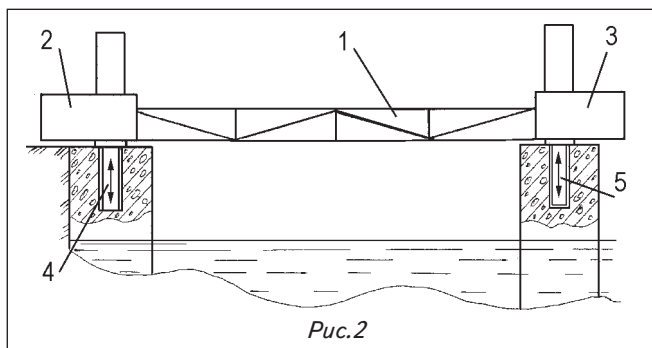

Рис. 2
очень надежный и универсальный патрон (**пат. 2344526**), который может использоваться как для обычного, винтового, так и для все более распространенных байонетных соединений, при которых достаточно повернуть лампочку в патроне один раз и она, подобно штыку, надежно соединится с ним. Лампа 3 спокойно, без усилия вставляется в патрон 4 (рис. 2). И крутить ее не надо. При нажатии нижнего контакта лампы 6 на контакт патрона фиксатор 2 автоматически освобождает зажим 1 цоколя лампы. Цоколь 5 зажимается патроном, который плотно прижимает свой второй контакт к цоколю. Для извлечения лампы из патрона достаточно сжать рычаги 7, и можете легко, без малейших усилий вынуть лампу и заменить ее другой. Даже если старая разбита, надо быть большим умельцем, чтобы пораниться об нее при таком патроне.
Она имеет монтажную ферму 1 (рис. 2), на концах которой размещены поворотнo-центрирующие блоки 2 и 3, снабженные выдвигающимися вниз осями 4 и 5. В рабочем положении оси опущены и замоноличены в центре каждой из опор моста. По направляющим фермы 1 перемещаются традиционные подъемно-транспортные механизмы, устанавливающие в пролет все конструктивные элементы строящегося моста. Кран-балку монтируют сначала на берегу, затем ось 4 блока 2 опускают в трубу на береговой опоре. Затем установленный на ферме 1 специальный подъемно-транспортный механизм переводится поближе к блоку 2, после чего с помощью некоего разворачивающего механизма, имеющегося на этом блоке, кран-балка по-
4. Топливную кассету можно расположить вертикально (рис.2). При этом большая часть ее находится на открытом воздухе, вне зоны горения, а потому не нагре-